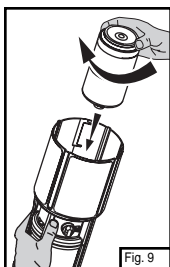

Fig. 9
- ⇒ Enrosque el cilindro de propano en la lámpara. Tenga cuidado en no dañar la rosca. Ajuste a mano solamente. (Fig. 9)